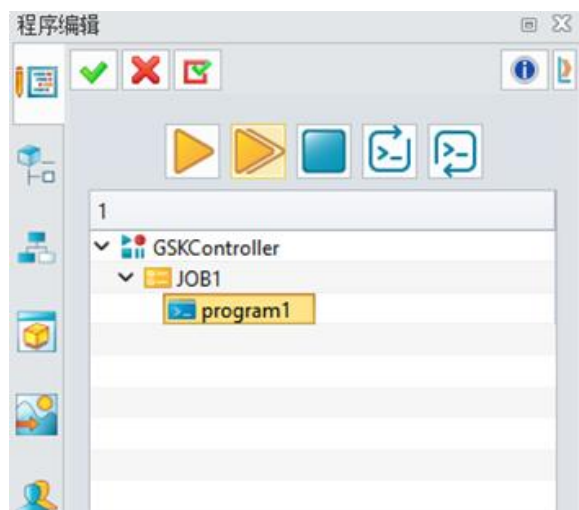

图 10-29: 编辑程序
- ✧ 单击新添加的“JOB1”，右键单击并选择“添加 Program1”。（图 10-29）